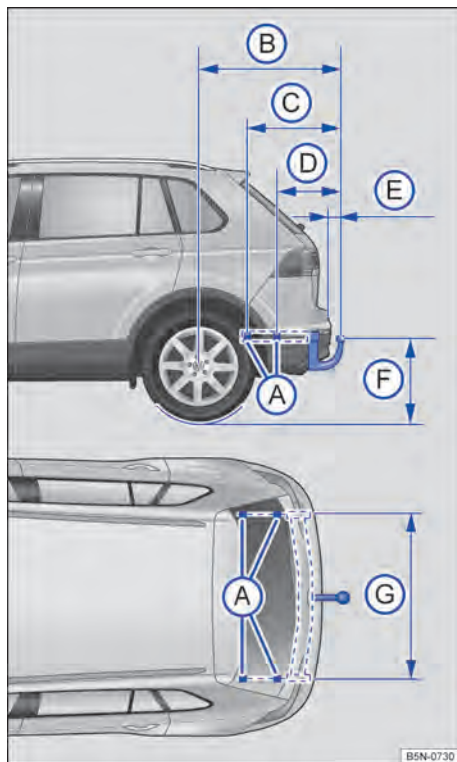

Fig. 189 Dimensões e pontos de fixação para instalar um dispositivo de reboque posteriormente.
Na instalação posterior de um dispositivo de reboque, as medidas de distância → Fig. 189 devem ser obrigatoriamente respeitadas. A menor medida indicada do centro da rótula de engate até a pista (F) não pode nunca ficar abaixo do valor definido. Isso também se aplica a um veículo totalmente carregado, incluindo a carga de apoio máxima.
- (A) Pontos de fixação
- (B) 1.102 mm
- (C) 595 mm
- (D) 348 mm
- (E) mín. 65 mm
- (F) 350 até 420 mm
- (G) 1.061 mm até 1.066 mm